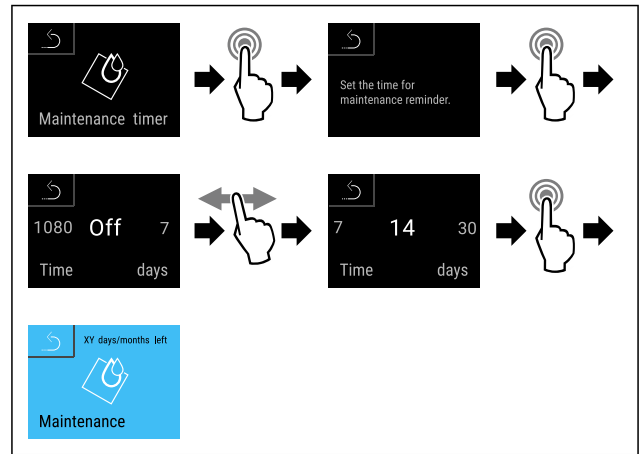

Fig. 104
- ▶ Провести етапи операцій (див. Fig. 104) .